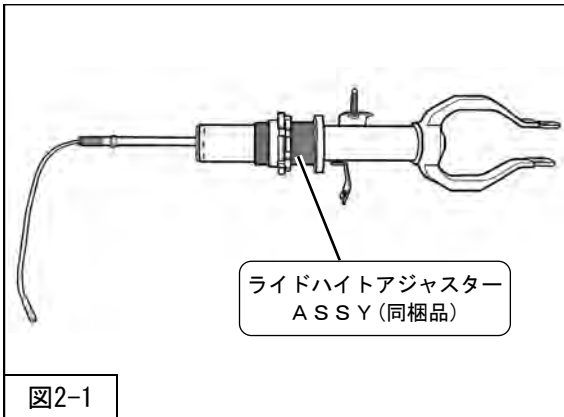

図2-1
1. ライドハイターアジャスターASSY (同梱品) をフロントショックアブソーバASSY に取付けてください。(図2-1)